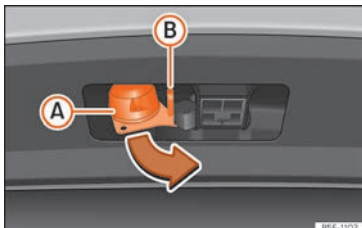

Abb. 271 13-polige Steckverbindung drehen
- Halten Sie die Steckverbindung im Bereich (A) und ziehen Sie sie in Pfeilrichtung heraus »» **Abb. 271**.
- Öffnen Sie die Abdeckung der Steckverbindung (A) und verbinden Sie den Anhänger »» **Abb. 271**.
- Hängen Sie das Halteseil des Anhängers in die Sicherheitsöse »» **Abb. 271** (B) ein. Beim Einhängen muss das Halteseil in allen Anhängergepositionen zum Fahrzeug durchhängen (scharfe Kurven, Rückwärtsfahrt usw.).